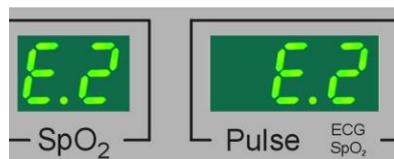

Bild 15: Geräte- oder Sensorfehler
- E.2:** (siehe Bild 15) Betriebsspannungsfehler im Oximetermodul oder Temperatur im Oximetermodul zu hoch. Schalten Sie das Gerät aus und trennen Sie es vom Netz. Lassen Sie den Monitor einige Zeit abkühlen. Sollte der Fehler nach erneuter Inbetriebnahme immer noch auftreten, so nehmen Sie das Gerät außer Betrieb und informieren Sie das zuständige Servicepersonal.